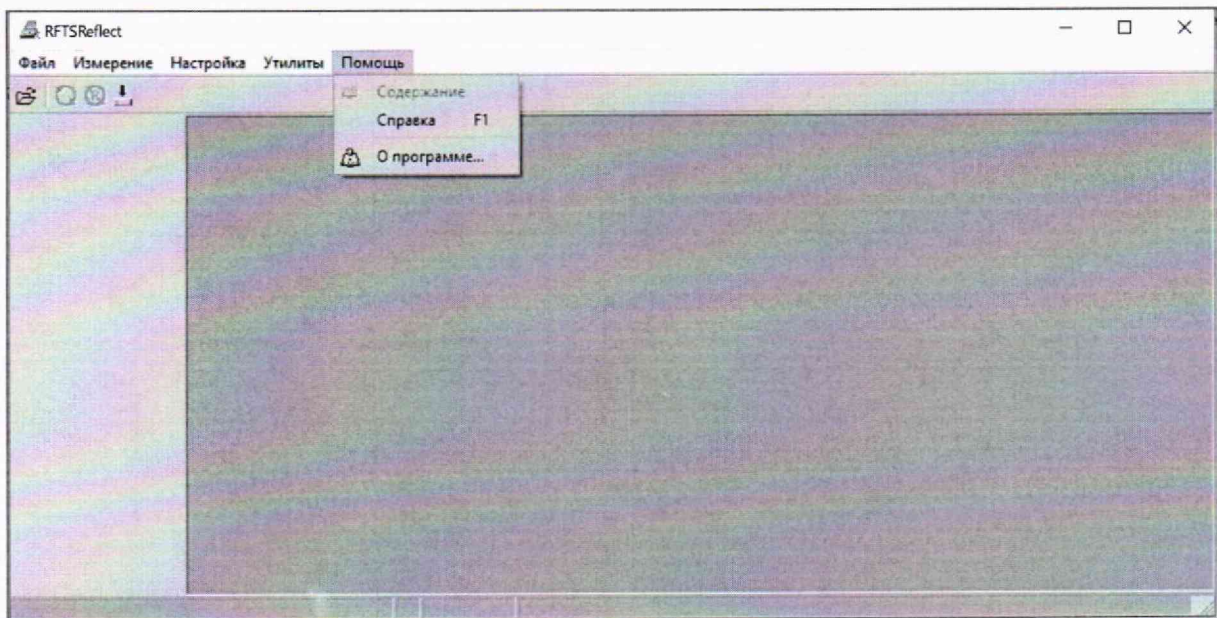

Рисунок 1
- б) выбрать пункт меню [**Помощь**], а затем [**О программе...**] – см. рисунок 1.